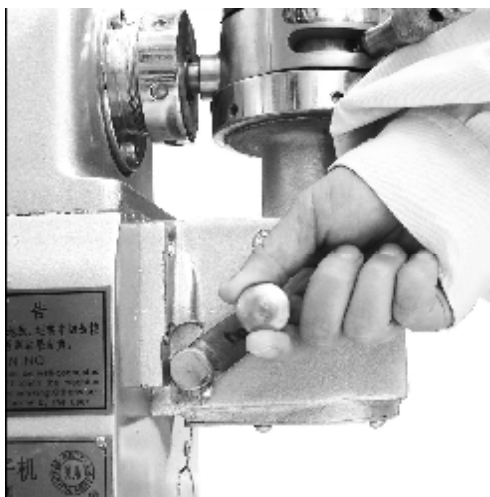

Рис.3
Заполнить ковш (14) фаршом, поставить рукоятку (21) муфты на положение “ ON (включение) ” ,поставить рукоятка для регулирования количества фарша (18) на требуемое положение, затем вращать рукоятку и её крепить (рис.3) , подготовить ёмкости фарша и поставить их под трубку (16) , после этого включить машину и испытывать подачу фарша , после работы 1-2 мин. если подача фарша плавная , стабильная и без перерыва ,
то можно поставить рукоятку (21) муфты на положение “ OFF (выключение) ” (рис. 3) и прекратить подачу фарша.